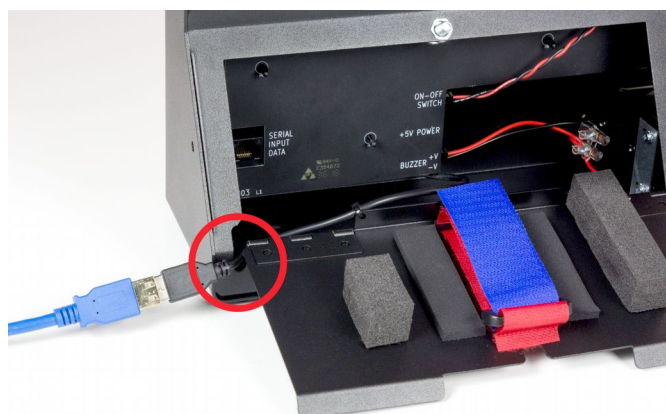

Fig. 2.1: Raccordement du câble à l'alimentation externe.
- Faites passer le raccordement à travers l'ouverture latérale du couvercle avant de fermer ce dernier (Fig. 2.1).